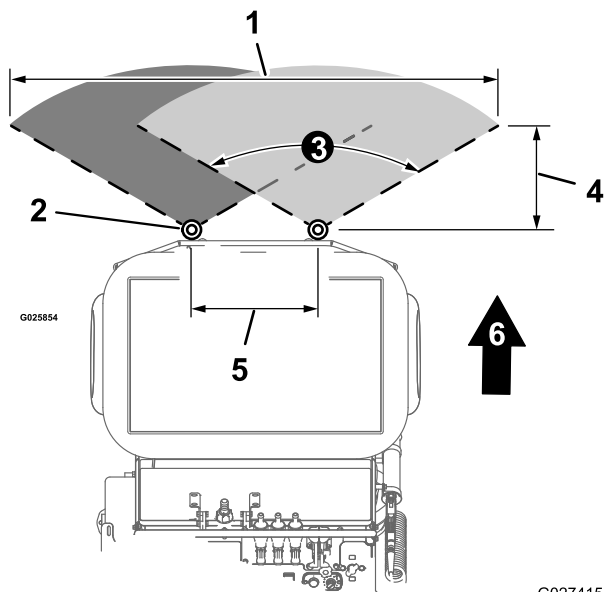

Figura 50
- El patrón de fumigación ancho (Figura 50) de esta máquina mide **274 cm (108")**.